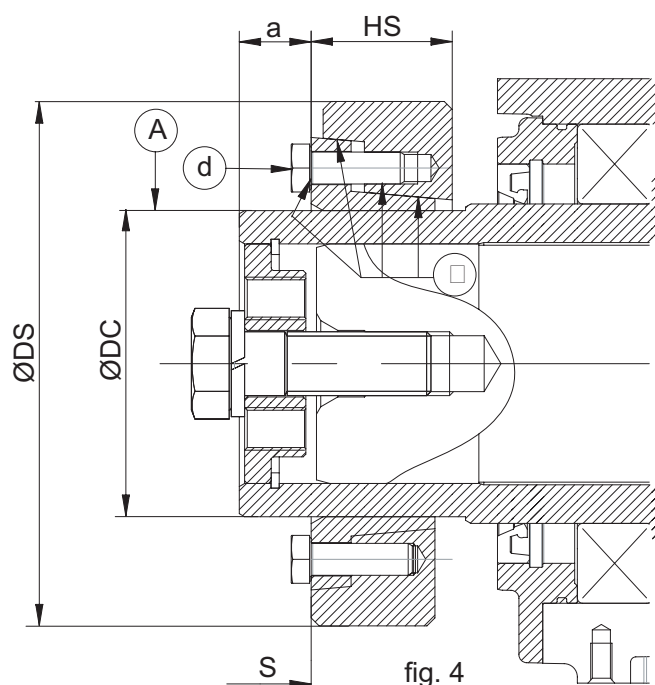

fig. 4
- Lubrificare la sede del giunto (fig.4 pto. A).
- In caso di ripristino di giunto, smontare lo stesso ed ingrassare le zone "C" (vedi fig. 4).
- Montare il giunto nella sua sede sull'albero del riduttore senza serrare le viti, posizionandolo secondo la quota "a" (vedi fig. 4).
- Quando il montaggio del giunto è stato completato nel modo corretto, lo si può controllare anche visivamente, perchè le superfici frontali dell'anello interno ed esterno devono trovarsi sullo stesso piano (vedi fig. 4 pto. S).